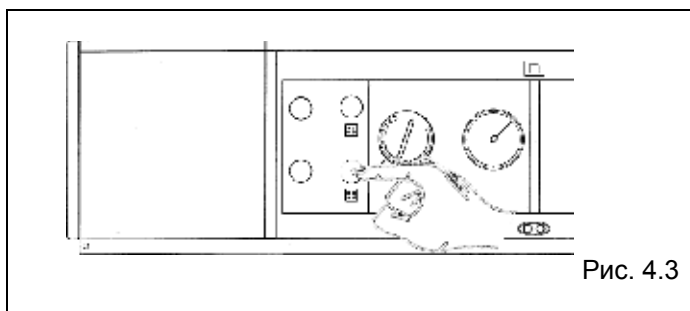

Рис. 4.3
- установите переключатель лето-зима на нужный режим работы, в зависимости от сезона (рис. 4.3)